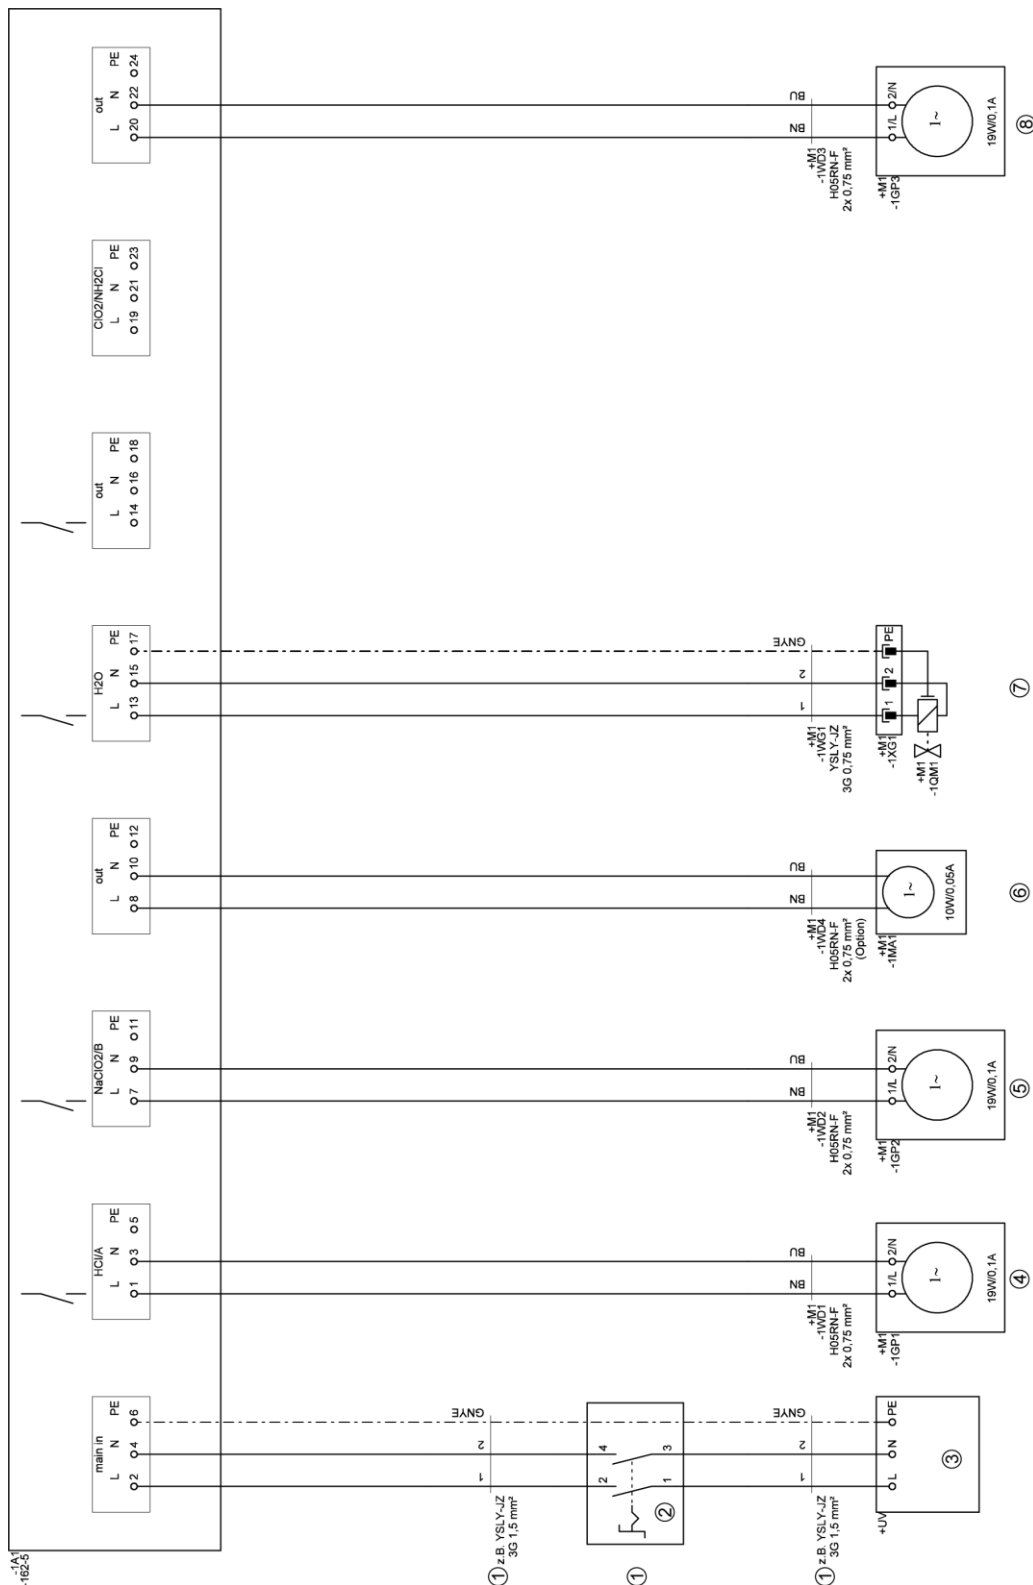

Abb. 5: Schaltplan, Seite 1
Die meisten Leitungen sind werksseitig bereits an die Steuerung der Chlordioxid Erzeugungs- und Dosieranlage angeschlossen. Folgende Leitungen müssen bei der Inbetriebnahme angeschlossen werden (siehe Abb. 5/6 und Tab. 6)
3. Leitungen gemäß Abb. 5/6 und Tab. 6 anschließen.